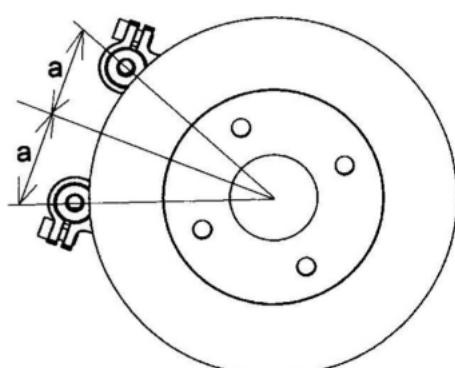

Рисунок 15
2. После позиционирования направляющей прямо по центру переходника, затяните болты M 10 крепежного адаптера (см. рис.15).
4. После позиционирования направляющей прямо по центру переходника, затяните болты M 10 крепежного адаптера (см. рис.15).